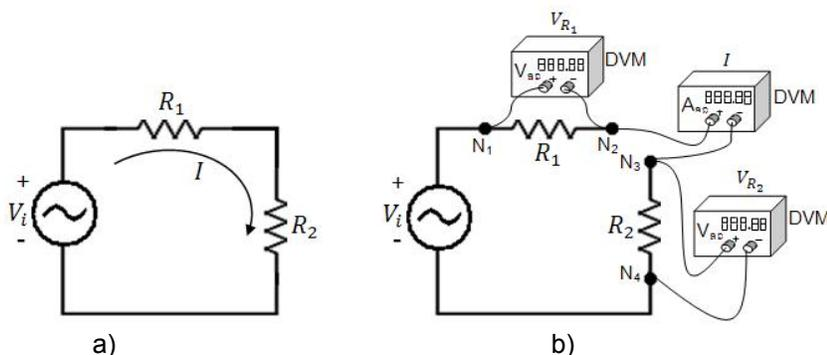

Figura 6.1. Circuito resistivo serie
b).- En segundo caso se analiza el funcionamiento del circuito resistivo serie con elementos cuyos valores demandan la corriente máxima de la fuente de alimentación. Construya el circuito de la figura 6.1, con $V_i = 10 \text{ sen}(\omega t)$ de frecuencia $f = 1 \text{ KHz}$, seleccione las resistencias que estén dentro del rango siguiente $500\Omega \leq R_1 + R_2 \leq 1600\Omega$. Antes de construir el circuito calcule la potencia de las resistencias (llene la tabla 6.2), para seleccionar los elementos de la potencia adecuada. Mida el voltaje y corriente en cada resistencia del circuito.
c).- En el tercer caso se analiza el funcionamiento del circuito resistivo serie con elementos cuyos valores son de $1M\Omega$ o mayores. Construya el circuito de la figura 6.1, con $V_i = 5 \text{ sen}(\omega t)$ de frecuencia $f = 1 \text{ KHz}$ y seleccione las resistencias cuyo valor sea $\geq 1M\Omega$. Antes de construir el circuito calcule la potencia de las resistencias (llene la tabla 6.3), para seleccionar los elementos de la potencia adecuada. Mida el voltaje, corriente en cada resistencia del circuito y llene la tabla 6.3.